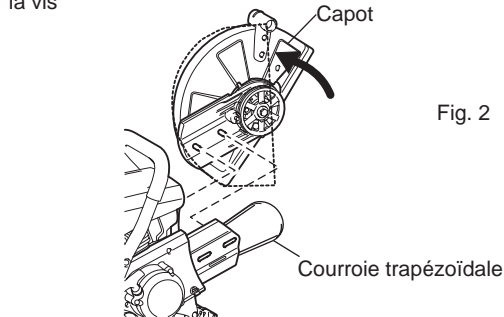

Fig. 2
- (3) Faites pivoter le capot selon la position des pointillés. Retirez la courroie trapézoïdale puis l'accessoire de coupe de la découpeuse thermique. Remettez la poignée en place. (Fig. 2)